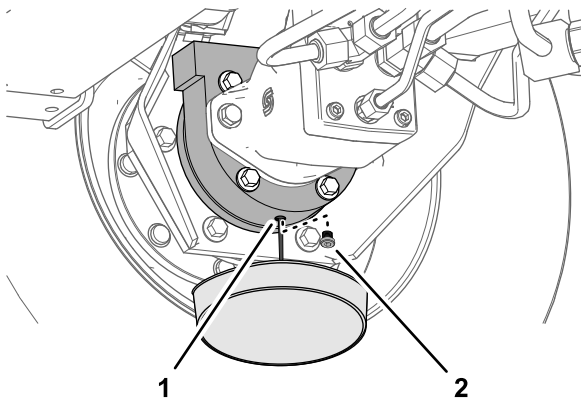

図 102
- ブレーキハウジングの下に容器を置き、プラグを外してオイルを抜く図 102。